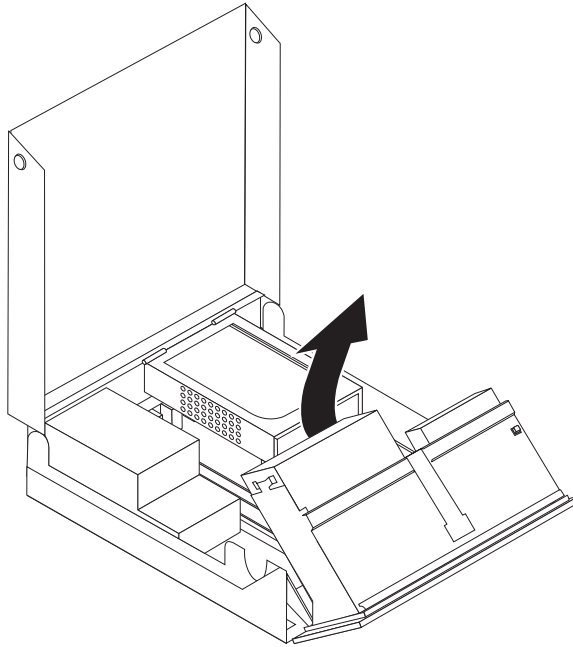

Figura 26. Acceso a la unidad óptica
2. Gire el conjunto de bahías de unidades hacia arriba para poder acceder a la unidad óptica. Consulte la Figura 26.